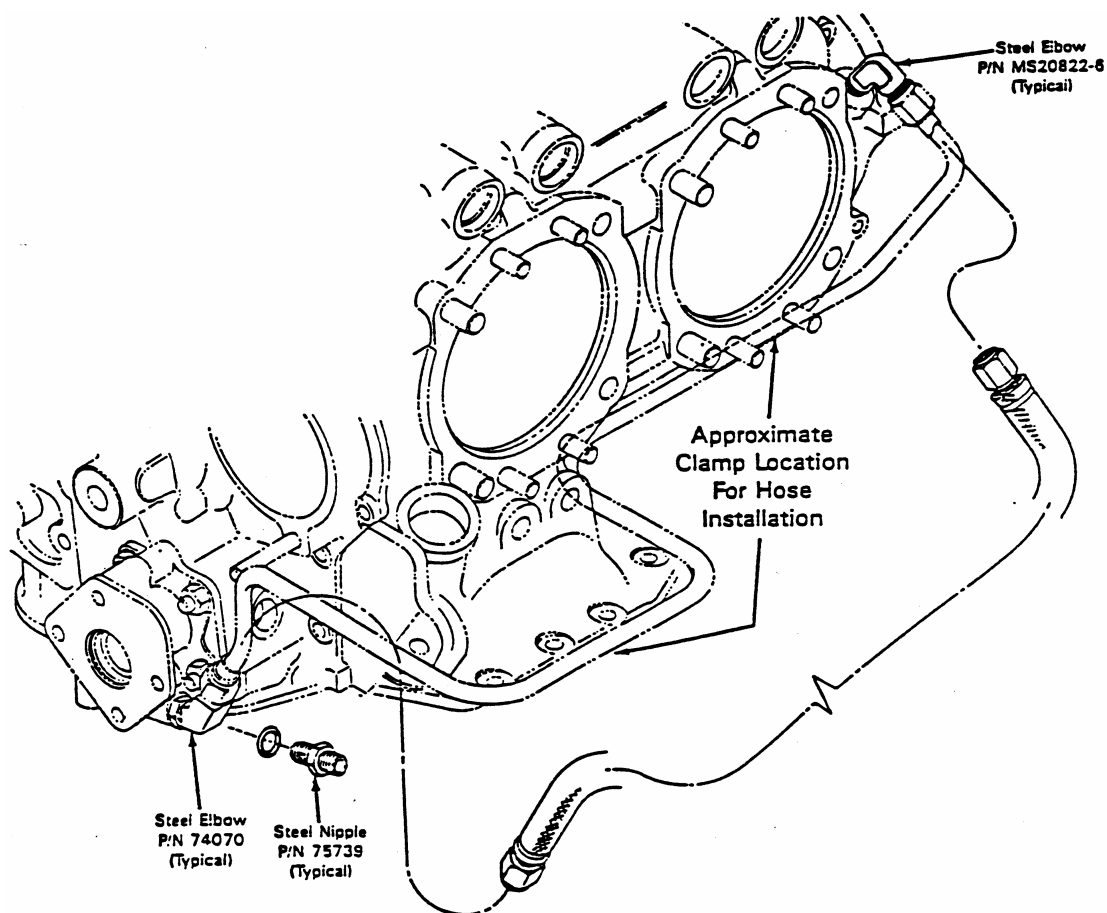

Figure 1. Routing, Fittings and Clamping Detail
(1)检查螺旋桨调速器外部滑油管路(沿其管路长度和管接头处)是否磨伤、裂纹和渗油。查明其两个减震型固定夹环或夹子安装是否合适，如本指令附录1的图1所示，并确保滑油导管与相邻部件之间有足够的间隙。
(2)如有任何渗油、擦伤或相碰的情况存在或两个固定夹环或夹子安装得不合适，即使是该部件没有目视到的损伤，也要用新部件将调速器滑油管和其管接头换掉。部件名称、导管走向、固定夹环或夹子的位置，参看本指令附录1图1。发动机机匣上和调速器的管接头如果损坏或是由铝合金制成的，必须更换。
2、在下次发动机翻修时或在任何时候由于任一原因拆下调速器滑油管时，以先到为准，但不迟于1992年5月1日，将带有整体式铝合金连接螺帽的调速器滑油管总成拆下，重新装上一个带有相应的钢连接螺帽的滑油管总成。按附录1图1所示，用相应的钢制管接头替换任一发动机机匣 / 调速器上的铝制管接头。